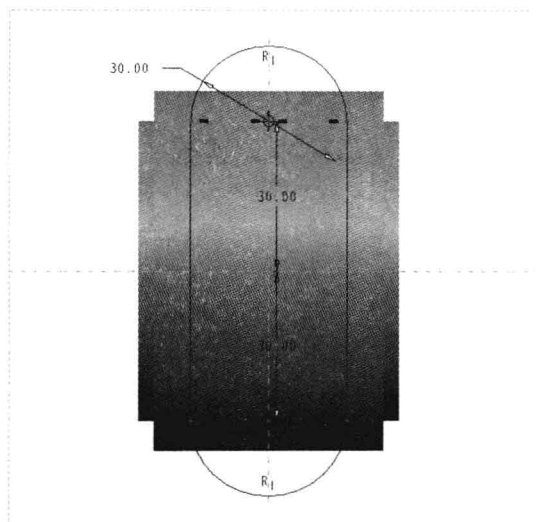

图 18-66 绘制截面 3
Step 05 采用与上同样的方法, 使用“拉伸”命令, 弹出“拉伸”选项卡; 在绘图区选择 FRONT 基准平面作为草绘平面, 进入草绘环境, 单击“草绘”选项卡中的相应按钮, 绘制截面, 如图 18-66 所示。